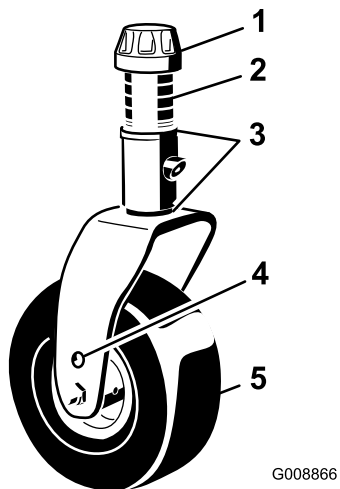
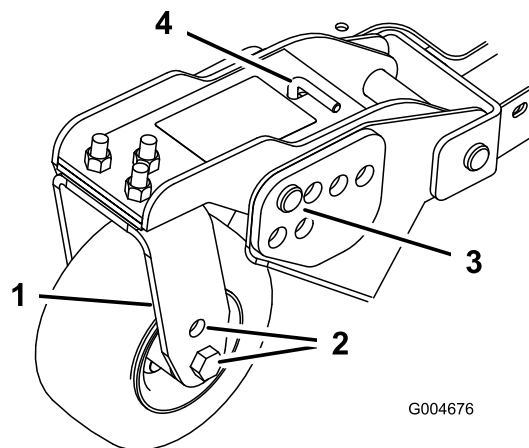
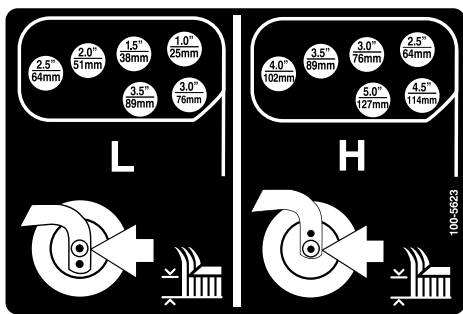

Figura 22
Figura 24
Figura 25
1. Posizionate gli assali delle ruote orientabili negli stessi fori di tutte le forcelle (Figura 22 e Figura 24). Vedere lo schema seguente per stabilire il foro corretto per la regolazione.
2. Togliete il cappuccio di tensione dall'asse del perno (Figura 22) ed estraete il perno dal braccio della ruota orientabile. Montate i due spessori (3 mm) sull'asse dei perni, come erano montati in origine. Questi spessori servono per ottenere un livellamento sull'intera larghezza degli apparati di taglio. Mettete il numero opportuno di distanziali da 13 mm sull'asse del perno, fino ad ottenere l'altezza di taglio richiesta, quindi montate la rondella sul perno.
4. Togliete la coppiglia ed i perni con testa dai bracci di rotazione delle ruote orientabili (Figura 24).
5. Girate il tenditore per alzare o abbassare il braccio di rotazione finché i fori non sono allineati con i fori della staffa dell'altezza di taglio selezionati, nel telaio dell'apparato di taglio (Figura 24 e Figura 25).